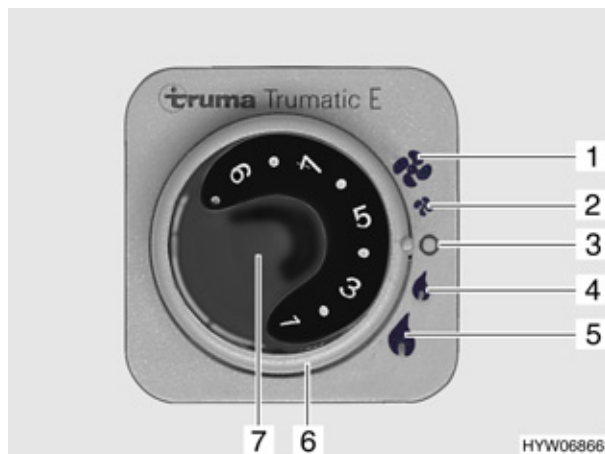

Fig. 144 Centralina di controllo per Trumatic E
- Impostare la manopola della temperatura (Fig. 144,7) sulla potenza desiderata.
- Posizionare l'interruttore girevole (Fig. 144,6) sulla potenza desiderata:
- 🔥 potenza piena (Fig. 144,5)
- 🔥 potenza minima (Fig. 144,4)
- Posizionare l'interruttore girevole (Fig. 144,6) su "O" (Fig. 144,3).
potenza piena (Fig. 144,1)
potenza minima (Fig. 144,2)